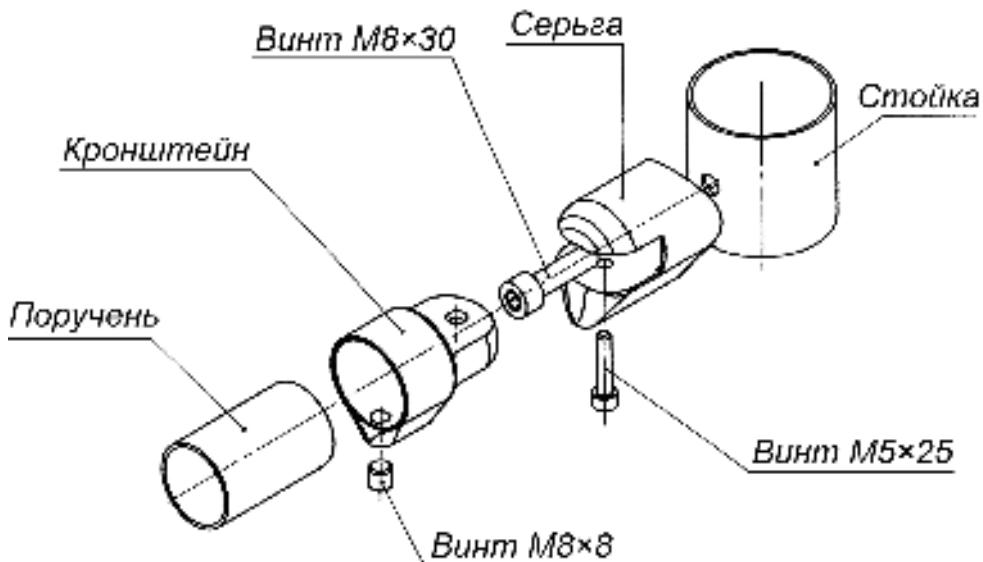

Рисунок 11. Схема крепления поручней к стойкам ограждения с использованием поворотного патрубка BH02 0-11
- Разметьте и просверлите отверстия на установочной поверхности под анкера M10 в соответствии со схемой разметки (см. рис. 11). Сначала размечаются центры установки стоек секции ограждения, затем от них размечаются точки крепления стоек, допускается использование в качестве шаблона непосредственно самих фланцев стоек.